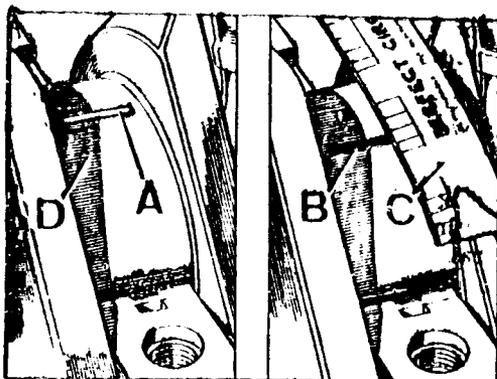

Fig. A3-100 Comprobación del juego entre los cojinetes y los muñones del cigueñal
- 1.10. Una vez ajustado el juego longitudinal se verificará el juego entre los cojinetes y los muñones del cigueñal. Colocar en cada muñón un trozo de plastigage, A (Fig. A3-100). Instalar todas las tapas, dándoles a los tornillos el apriete indicado. Desmontar nuevamente las tapas y medir el ancho, B, del plastigage con la escala impresa en la funda del citado producto. La medida obtenida deberá ser de 0,020 á 0,067.mm.